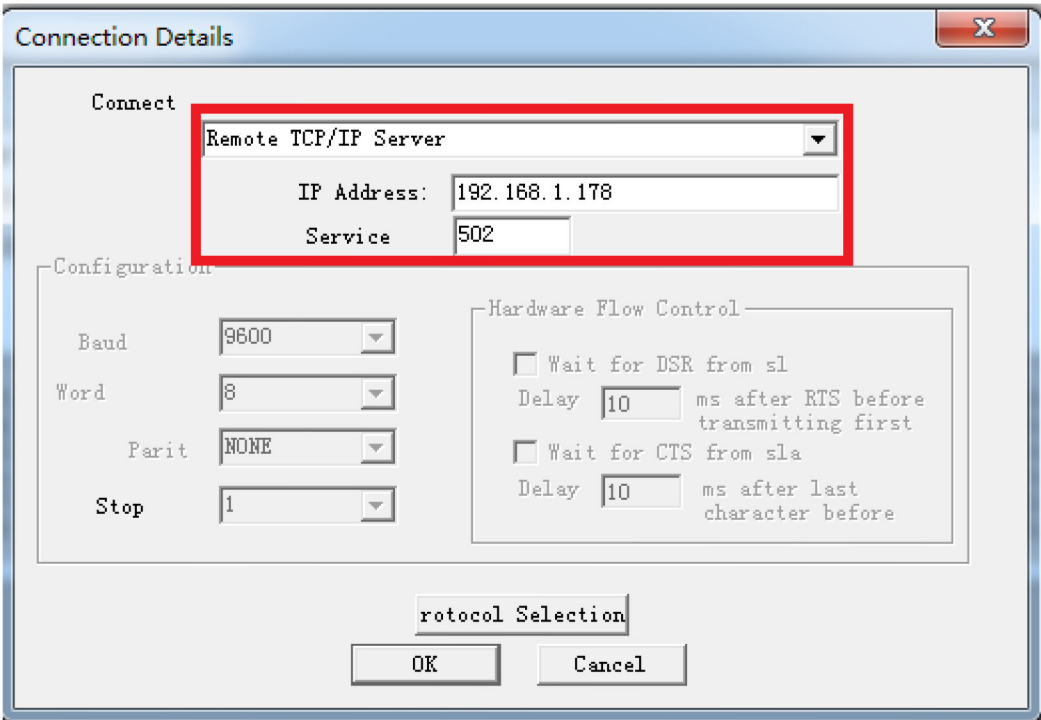

图 1
- 2. 选择菜单 Connection/Connect，选择 Remote TCP/IP Server，输入 ROHO-EM-FX 的 IP 地址，Service 端口为 502；点击[OK]按钮，如图 1 所示。